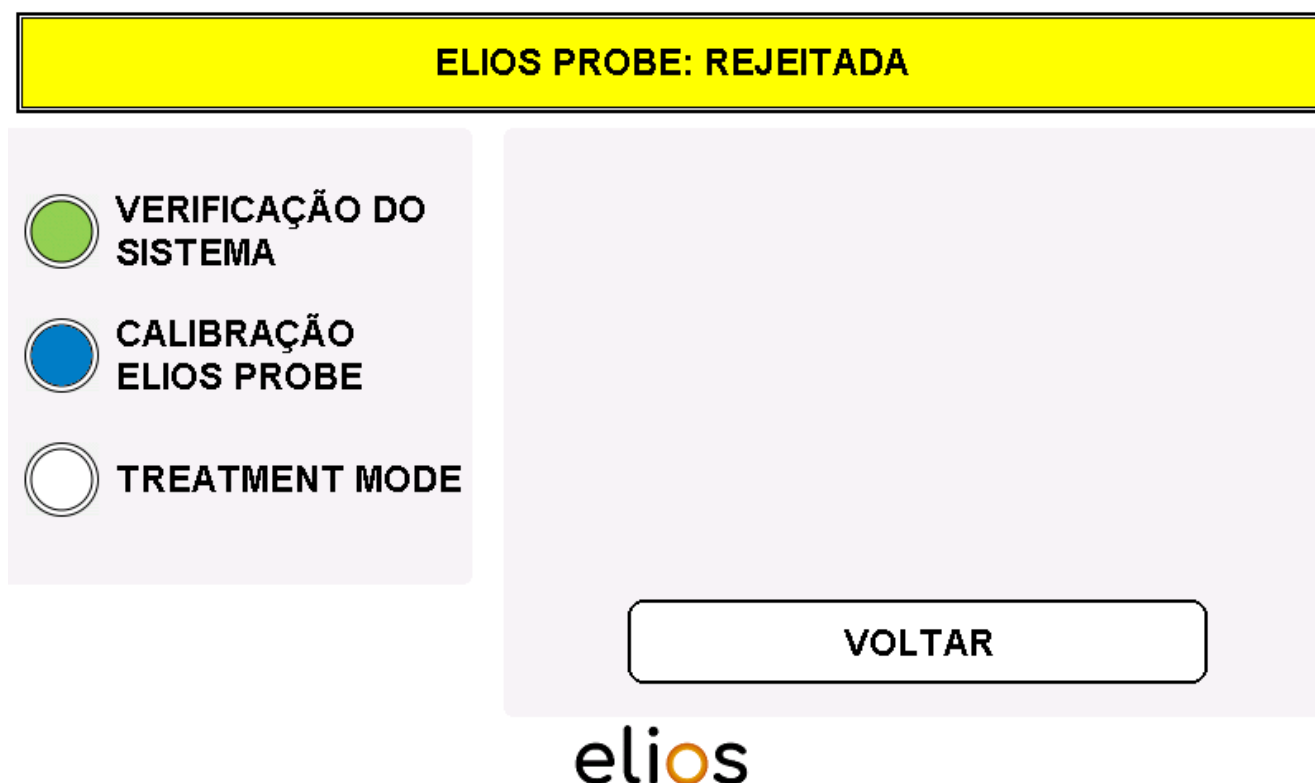

Fig. 4-8: Reconhecimento da fibra – SONDA ELIOS: REJEITADA
- O software reconhece as fibras já utilizadas e reesterilizadas e impede a sua utilização. A notificação "**SONDA ELIOS: REJEITADA**" é apresentada e não é possível continuar no programa (Fig. 4-8).
- O menu anterior é novamente acedido premindo "**VOLTAR**" (Fig. 4-8).